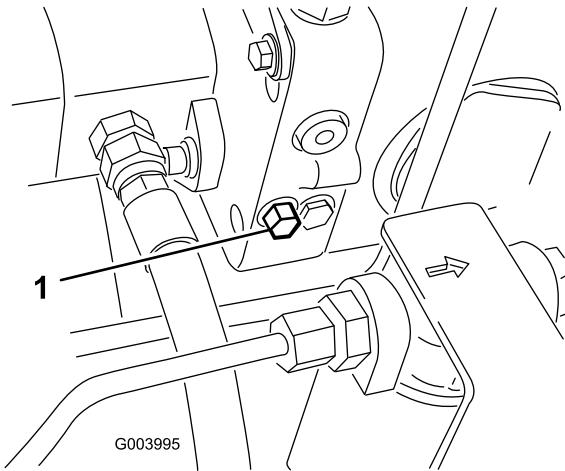

Figura 57
1. A válvula de derivação está localizada no lado esquerdo do hidrostato (Figura 57). Rode o parafuso 1-1/2 voltas para abrir para permitir a passagem do óleo internamente. Após este procedimento, torna-se possível deslocar lentamente a máquina sem danificar a transmissão.